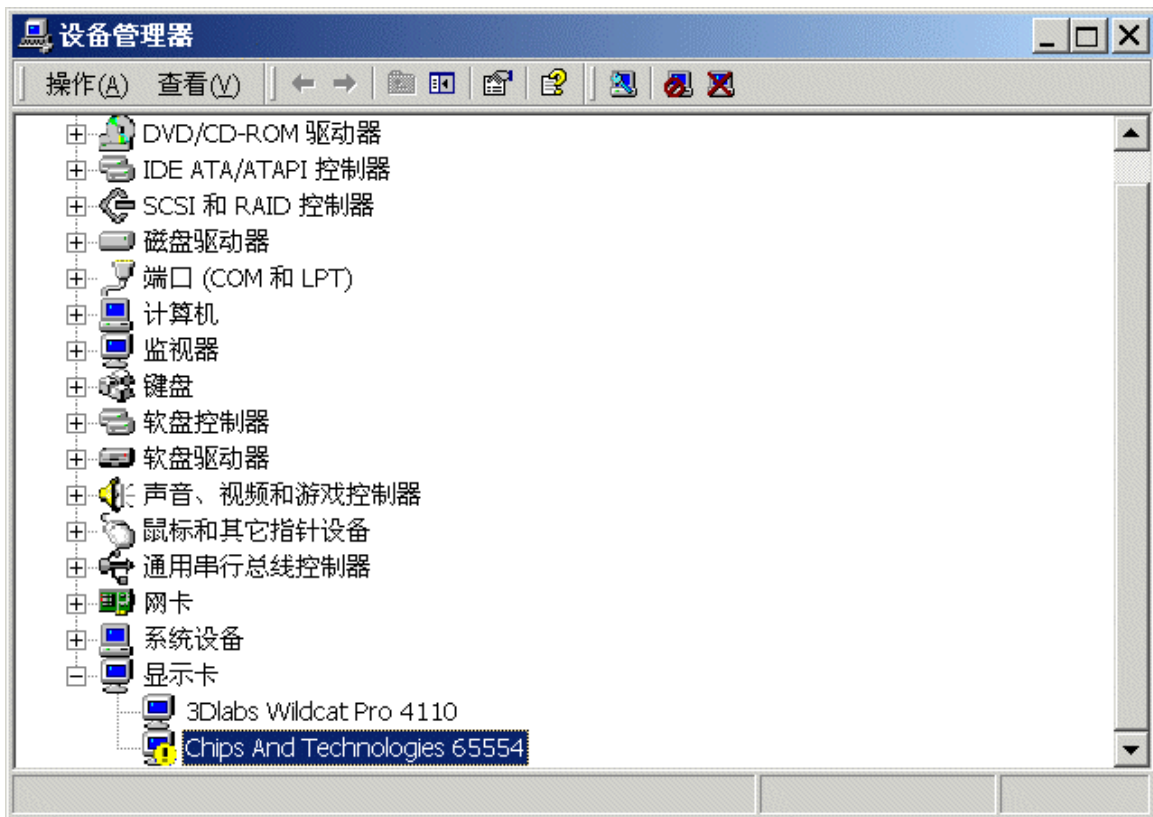

图 4. 设备管理器显示 Chips and Technologies 65554 图形适配器
2. 在“显示适配器”下，双击“Chips and Technologies 655554 图形适配器”（参见图 4）。